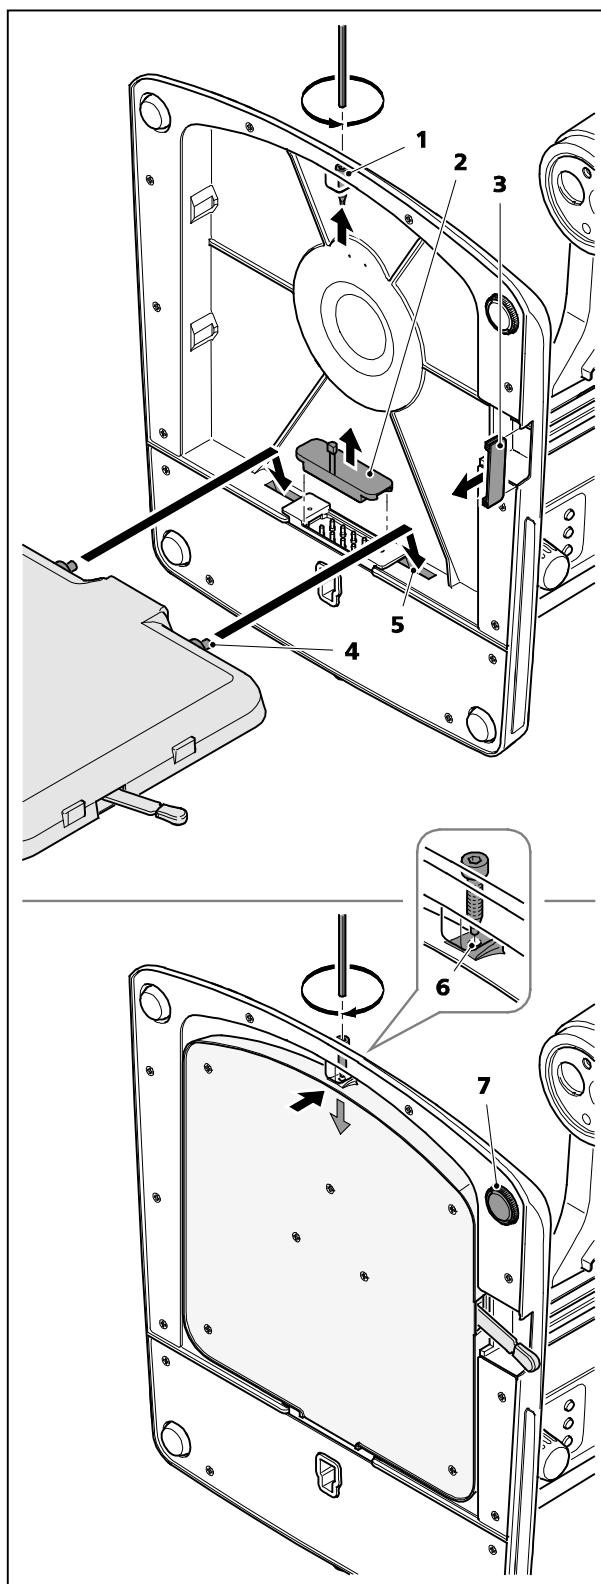

Bild 2 Durchlichtmodul Hellfeld M LED montieren
- Inbusschraube SW 3 (Bild 2/1) herausdrehen und zur Seite legen.
- Abdeckkappen (Bild 2/2 und 3) entfernen.
- Durchlichtmodul so einsetzen, dass die beiden Stifte (Bild 2/4) in die Aussparungen (Bild 2/5) an der Stativunterseite eingreifen.
- Inbusschraube SW 3 in die Gewindebohrung (Bild 2/6) des Stativs einschrauben, bis die Spitze der Schraube in die Bohrung des Durchlichtmoduls greift.
- Stativ wieder aufrecht hinstellen und ggf. durch Einstellen des Stativfußes (Bild 2/7) kippelfrei ausrichten.